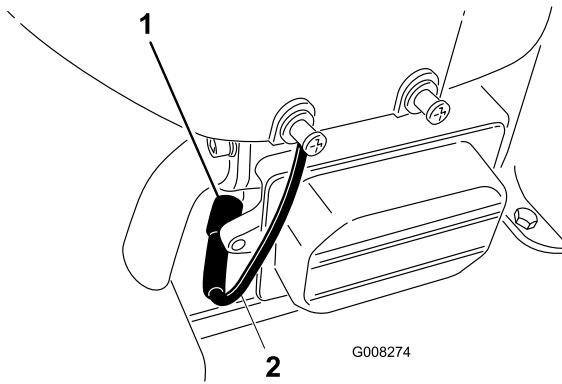

Figura 26
6. Scollegate il cappellotto dalla candela (Figura 26).
8. Togliete la candela e la rondella metallica (Figura 26).
- Collegate il cappellotto alla candela (Figura 26).